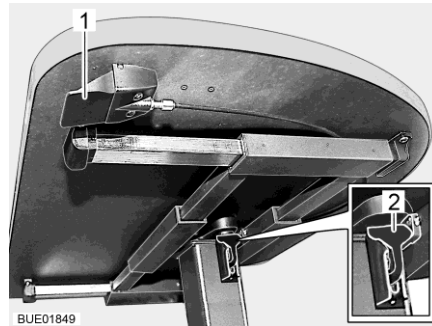

Bild 93 Lyftbord med frigöringsknapp
- Dra eller tryck låsarmen (Bild 93,2) nedåt.
- Tryck låsarmen (Bild 93,2) uppåt.
- Tryck på frigöringsknappen (Bild 93,1) och håll den intryckt. Bordsskivan åker själv upp till det övre ändläget.
- Släpp frigöringsknappen (Bild 93,1). Bordsskivan stannar i den valda positionen.
- Tryck på frigöringsknappen (Bild 93,1) och håll den intryckt.
- Släpp frigöringsknappen (Bild 93,1). Bordsskivan stannar i den understa positionen.